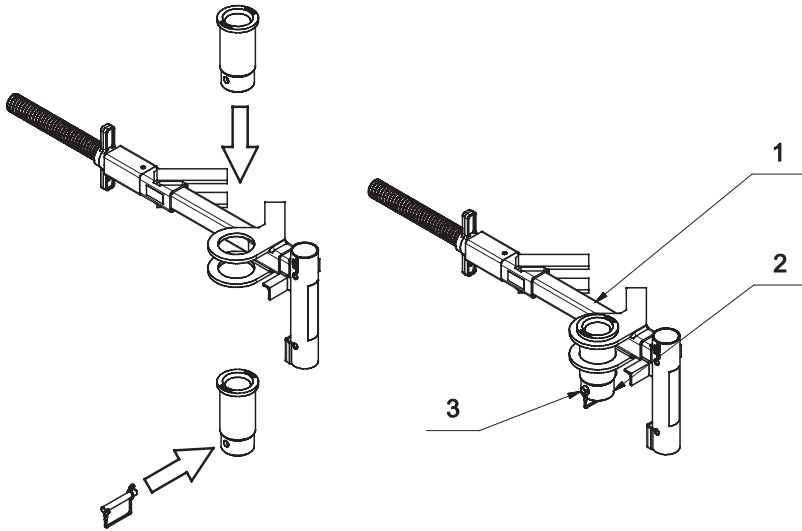

Abbildung 23. Anbringen der Aufnahme der Stahlflanschswinge
5. Installieren Sie die Aufnahme in der unteren Stahlflanschswinge Mkl an der Stütze. Wenn die Aufnahme in der unteren Stahlflanschswinge Mkl angebracht ist, den Schnellkupplungsbolzen in die Verriegelungsbohrung der Aufnahme einsetzen und sichern. Detailansicht siehe Abbildung 23.